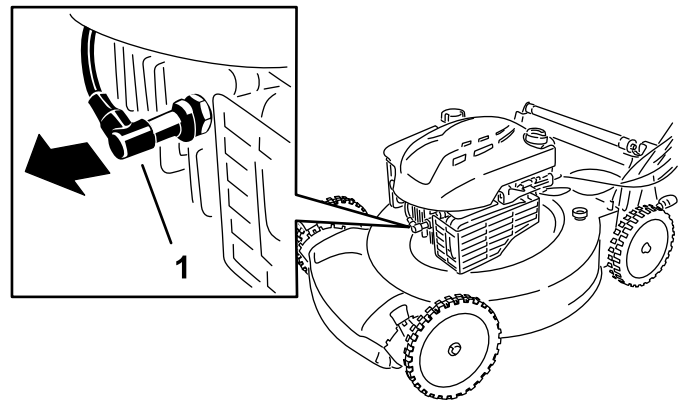

Figura 22
2. Scollegate il cappello dalla candela (Figura 22).